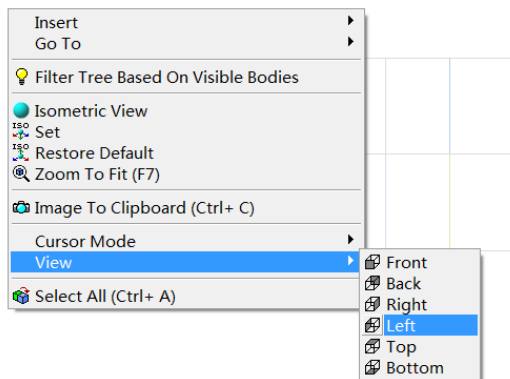

图 14-35 调节视图视角
- 步骤 02** 在图形窗口的空白处右击，在弹出的快捷菜单中选择“View”→“Left”命令，如图 14-35 所示。